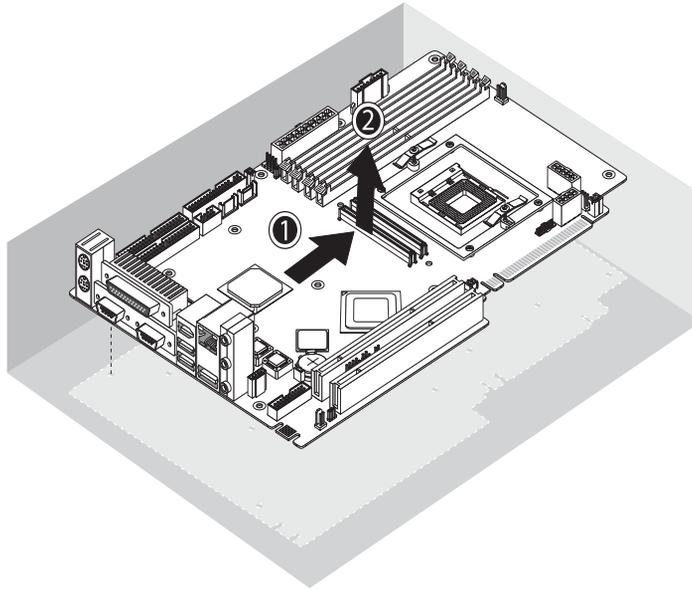

図 4-30 マザーボードのシャーシからの取り外し
9. マザーボードをシャーシの前面に向かってスライドさせ（図 4-30 の（1）を参照）、持ち上げてから引き抜きます（2）。